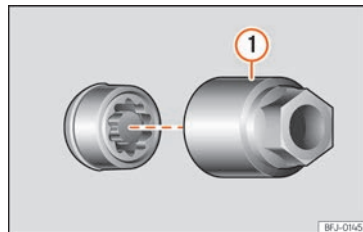

Fig. 32 Boulon antivol de roue avec capuchon et adaptateur.
- Encastrez l'adaptateur spécial » fig. 32 ① (outillage de bord » page 39) sur le boulon de roue antivol jusqu'à la butée.